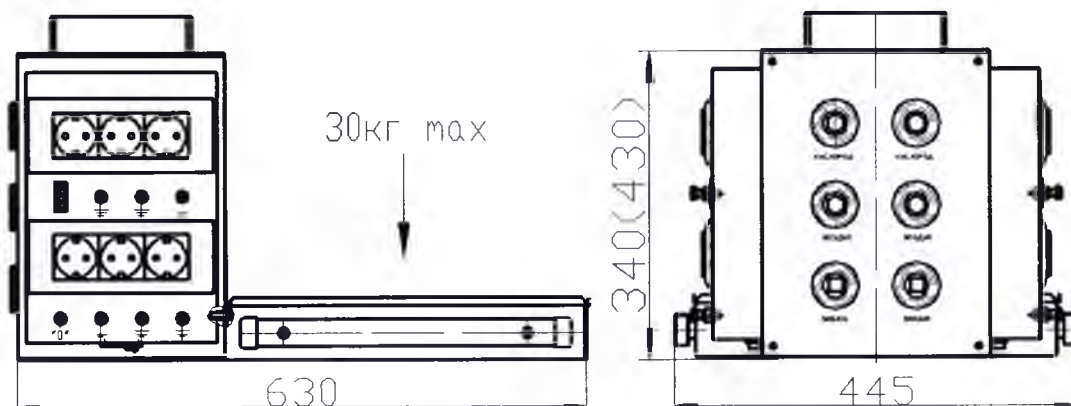
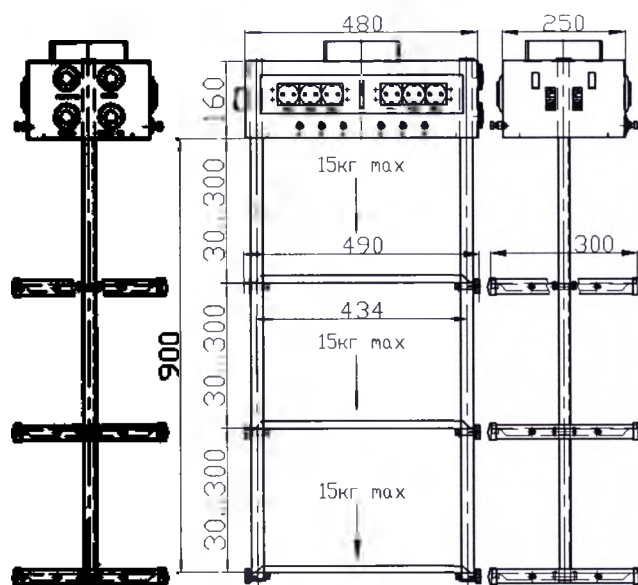

Рисунок 1.3
Рисунок 1.4.
9.2. Общий вид стандартных рабочих модулей размещения аппаратуры приведен : рабочий модуль тип 1 – на рис.1.3, рабочий модуль тип 2 – на рис.1.4.